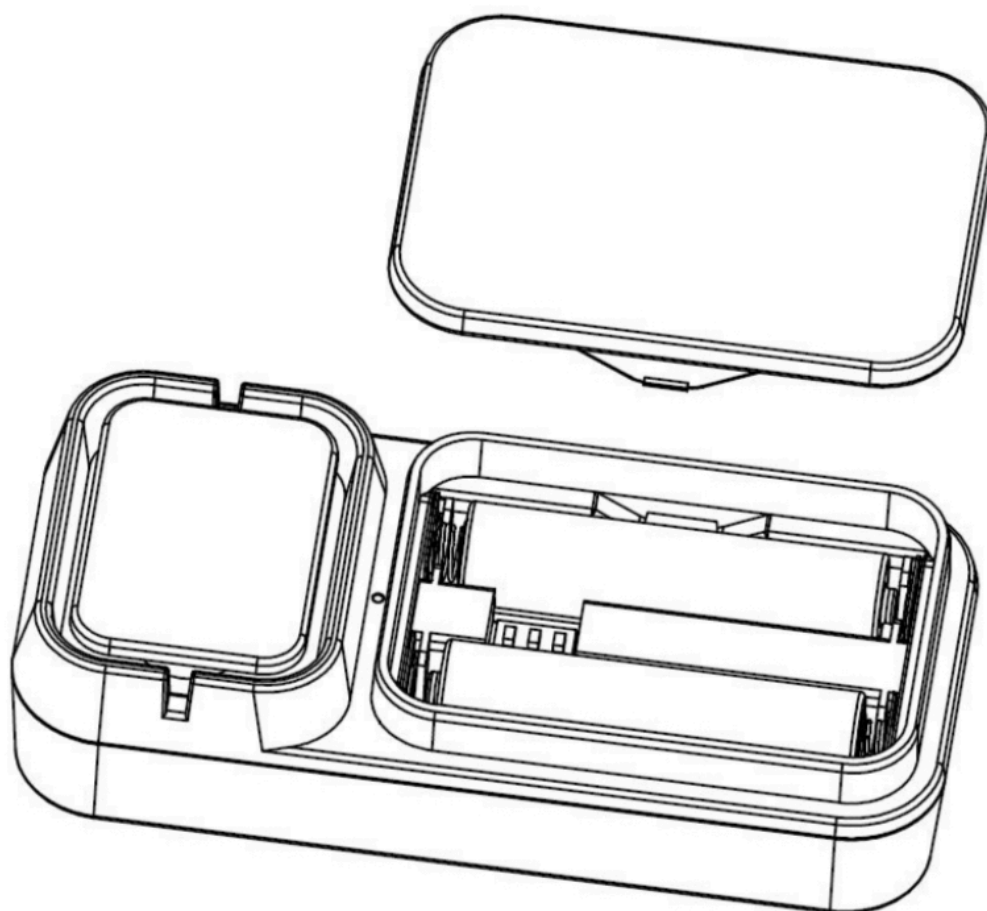

Figura 2: installazione delle batterie
1. Rimuovere lo sportello della batteria sul retro del trasmettitore o dei trasmettitori togliendo il coperchio, come mostrato nella Figura 2.